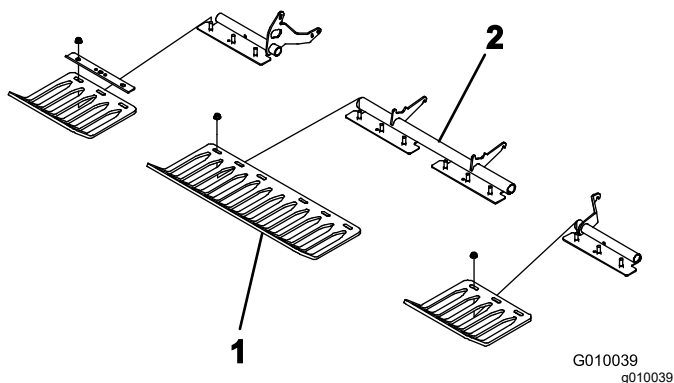

Figura 23
4. Instale provisionalmente los protectores de césped en los soportes de los protectores de césped con 4 pletinas de sujeción y 12 tuercas con arandela prensada (Figura 23). No apriete las fijaciones.
Nota: Las pletina de sujeción de los protectores de césped y las tuercas con arandela prensada se suministran sujetas a los soportes de los protectores de césped (Figura 23).